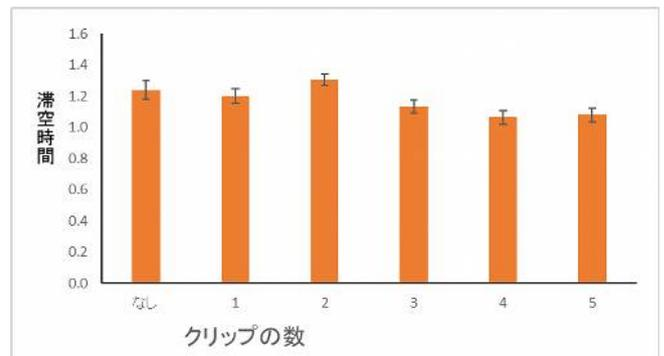

図1 クリップの数と滞空時間の関係
- ① 横幅の長さを 2cm、4cm、6cm……18cm、20cm と、2cm ずつ幅を変えた紙飛行機を 1 機ずつ作る (合計 10 機)。紙飛行機の形は 10 機とも統一する (図 1)。
クリップを2個付けた紙飛行機が最も滞空時間が長く、安定して飛んだ。(図1)